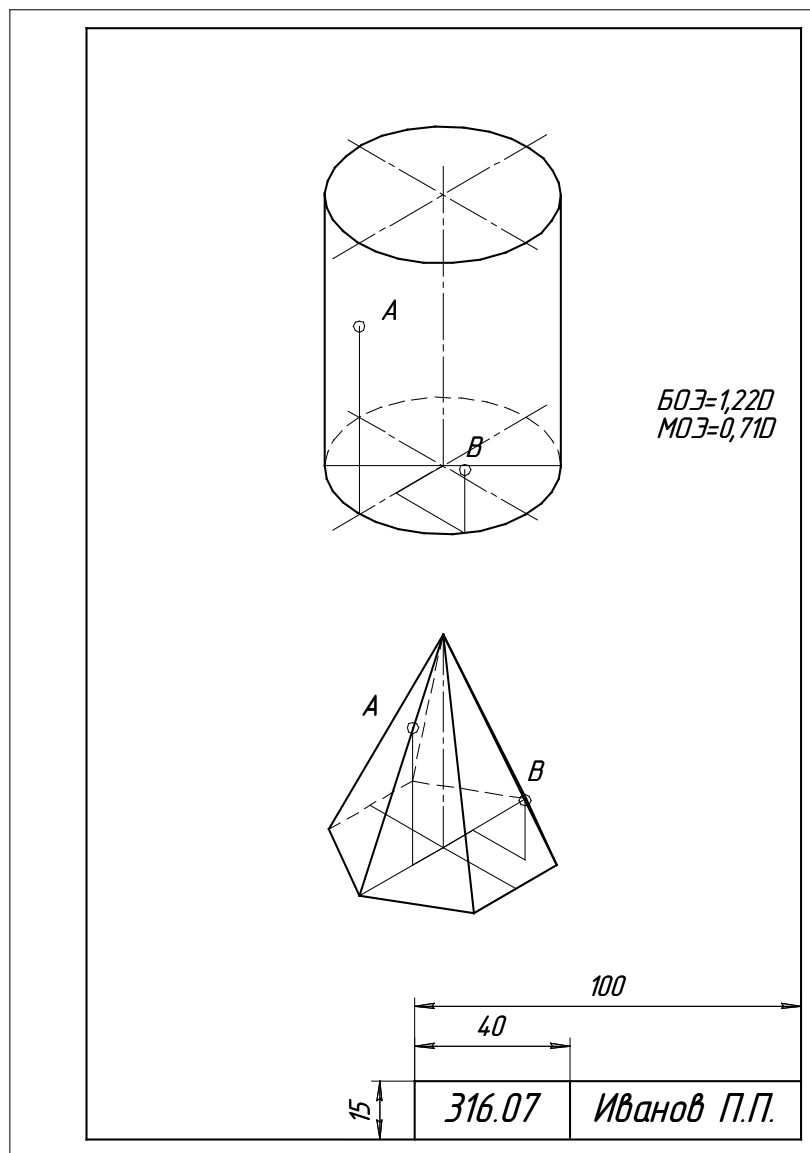

Рис.7. Пример выполнения работы № 7
**Графическая работа 7:** Построить аксонометрические проекции. (рис. 7).